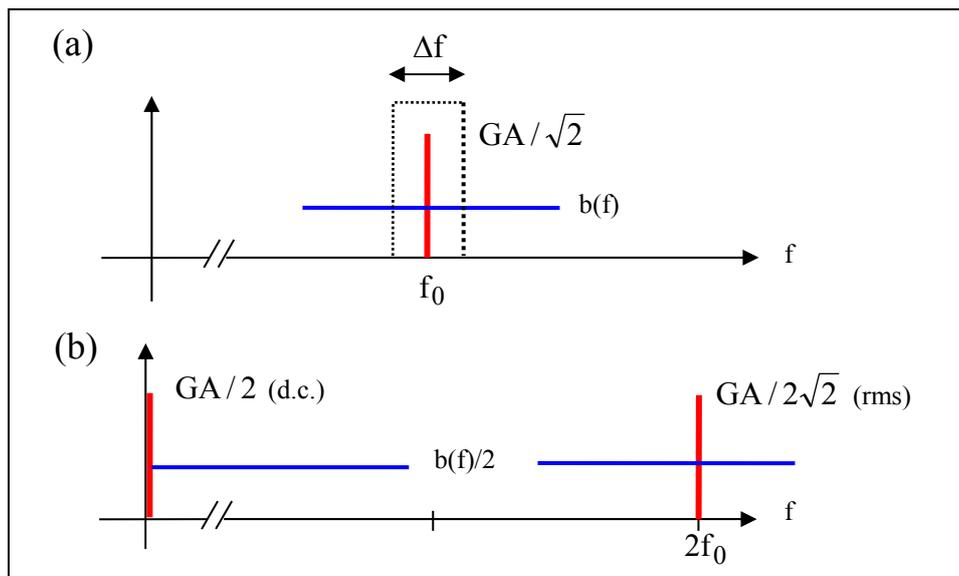

**Figure 3 :** A l'instant  $t_1 = 0$ , le gain  $G$  du système sous étude est modifié
**Question 9 :** A un instant  $t_1$  pris comme origine des temps, le gain  $G$  du système sous étude est triplé sous l'action d'une cause extérieure dont il n'est pas nécessaire de connaître l'origine. Avant  $t_1$ ,  $y_R = 1V$ , le filtre passe bas est du premier ordre et sa fréquence de coupure à -3dB est égale à  $F_c = 0,5\text{Hz}$ . Compléter le graphe de la figure 3 en donnant les valeurs de  $y_R(t)$  aux instants  $t_1 + 0,3s$ ,  $t_1 + 0,6s$ ,  $t_1 + 1,2s$ .